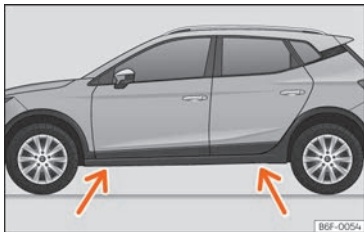

Fig. 74 Puntos de apoyo del gato.
- Busque en el larguero la marca del punto de apoyo del gato (zona hundida) más cercano a la rueda a cambiar » » fig. 74.